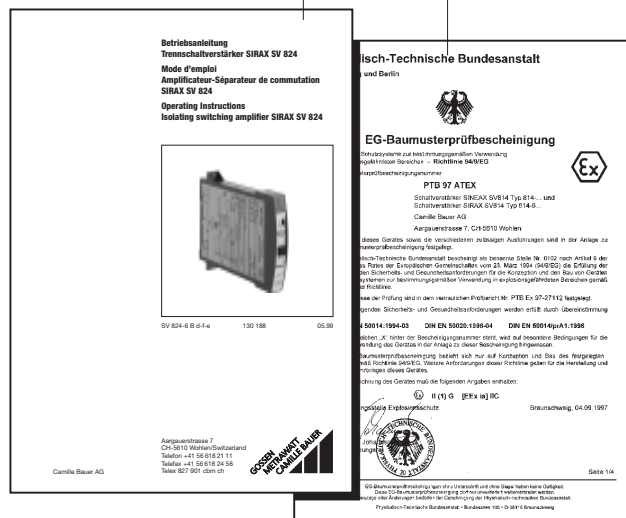

Fig. 1
- 1 Barre de codage (2)
- 1 Attestation Ex (3)
- 1 Mode d'emploi (4),
2. Etendue de la livraison (Fig. 1)